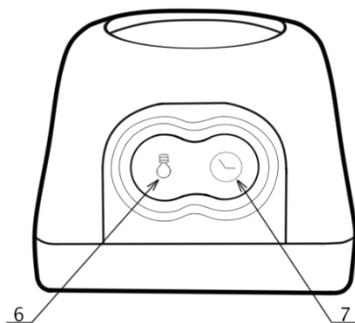

Рис. 1
4.2.2 Вывод информации на цифровой дисплей осуществляется последовательными кратковременными нажатиями кнопки с обозначением часов  (поз. 7 рис. 1) .
– двукратным нажатием кнопки с обозначением часов  (поз. 7 рис. 1) добиться индикации времени на дисплее;
– войти в режим коррекции часов нажатием и удержанием в течение 2...3 секунд кнопки с изображением часов  (поз. 7 рис. 1); Вход в режим коррекции должен осуществляться при выключенном цифровом дисплее;
- проверить степень заряда трёхкратным нажатием на кнопку с изображением часов ⌚ (поз. 7 рис. 1). При этом на цифровой дисплей будет выведена символьная информация, характеризующая степень заряда батареи:
- при необходимости заряда батареи, необходимо подключить вилку зарядного устройства к клеммам светильника, расположенным под прорезиненной заглушкой (поз. 5 рис. 1);
4.3.3 Проверить уровень заряда батареи аккумуляторов трёхкратным нажатием на кнопку с обозначением часов  (поз. 7 рис. 1). При полностью заряженных аккумуляторах на дисплей должна выводиться индикация в виде «□□□□».
7.2 Пломбировка оттиском закрепительного клейма предприятия-изготовителя осуществляется в одном из четырёх углублений крепления задней крышки корпуса. (поз. 3 рис. 1). Остальные места крепления крышки заливаются водонепроницаемым и водостойчивым компаундом.